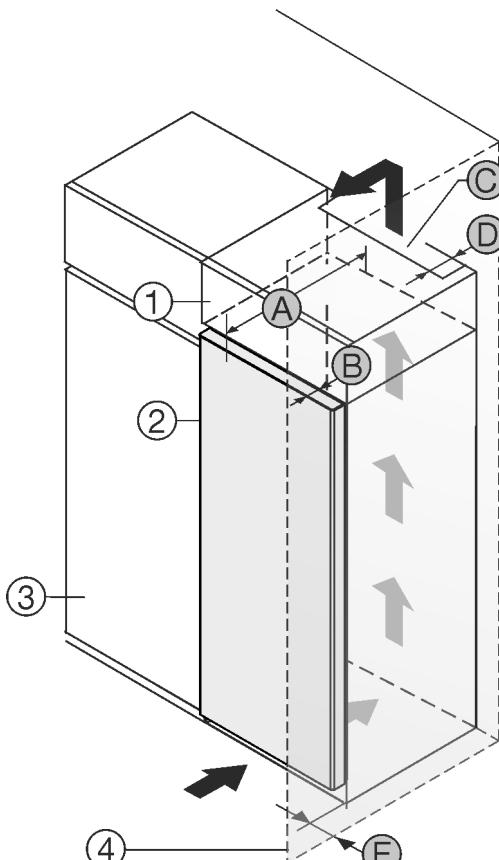

Fig. 1
Installer l'appareil directement à côté du placard de cuisine Fig. 1 (3).
Une sortie d'air avec la profondeur Fig. 1 (D) doit être présente au dos de la rehausse sur toute sa largeur.
La section de ventilation Fig. 1 (C) sous plafond doit être respectée.
Si l'appareil est installé avec les charnières près d'une paroi Fig. 1 (4), la distance entre l'appareil et la paroi doit être d'au moins 13 mm.
Si l'appareil est installé avec les charnières près d'une paroi Fig. 1 (4), la distance entre l'appareil et la paroi doit être d'au moins 20 mm.
Pour pouvoir ouvrir complètement les portes, l'appareil doit déborder de la profondeur de la porte Fig. 1 (B) par rapport à la façade du placard. L'appareil peut déborder encore plus en fonction de la profondeur des placards Fig. 1 (3) et de l'utilisation de cales d'épaisseur.